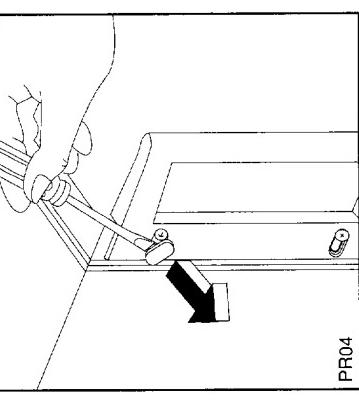

Abb. 2
- 4) Tür vom oberen Stift A (Abb. 2) abziehen.
- 5) Oberen Stift und Unterlegscheibe (A+B) (Abb. 2) vom oberen Scharnier C abnehmen und an gegenüberliegende Seite montieren.
Lockern Sie dafür mit einem 10 mm Gabelschlüssel den Scharnierstift (Abb. 2). Richten Sie die Tür durch Drücken nach rechts oder links aus.